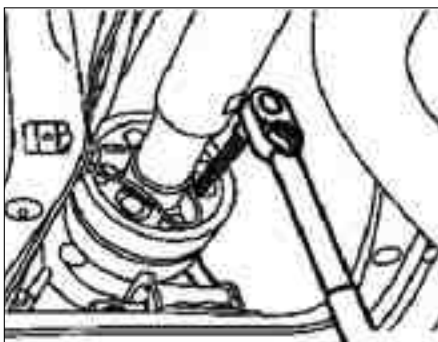

FIG. 2
- Separar el eje de transmisión de la caja de velocidades (fig. 2).